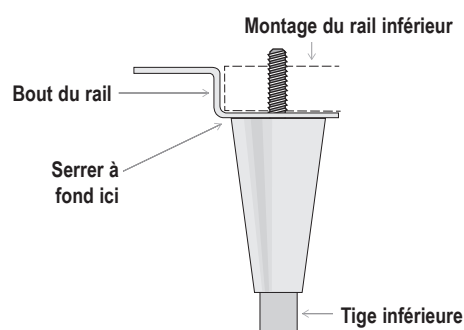

Figure 4. Schéma des pieds de mise à niveau.
3. Vissez les pieds de mise à niveau dans le rail de châssis ou le fond de l'appareil. Voir figures 4 et 5.
5. Si l'appareil n'est pas de niveau, soulevez la doucement et insérez un support sous la base. À l'aide d'une clé à molette, vissez la tige inférieure vers le haut ou le bas pour que l'appareil soit de niveau et solidement supportée. Voir les figures 4 et 6.